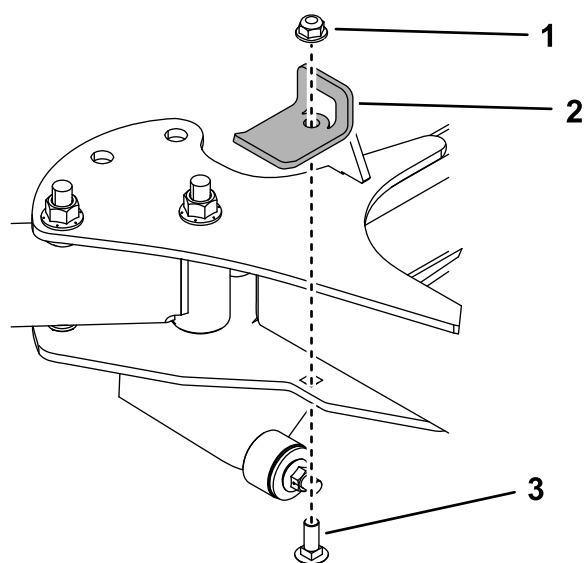

Figure 29
8. Déposez les supports de butée (Figure 29).